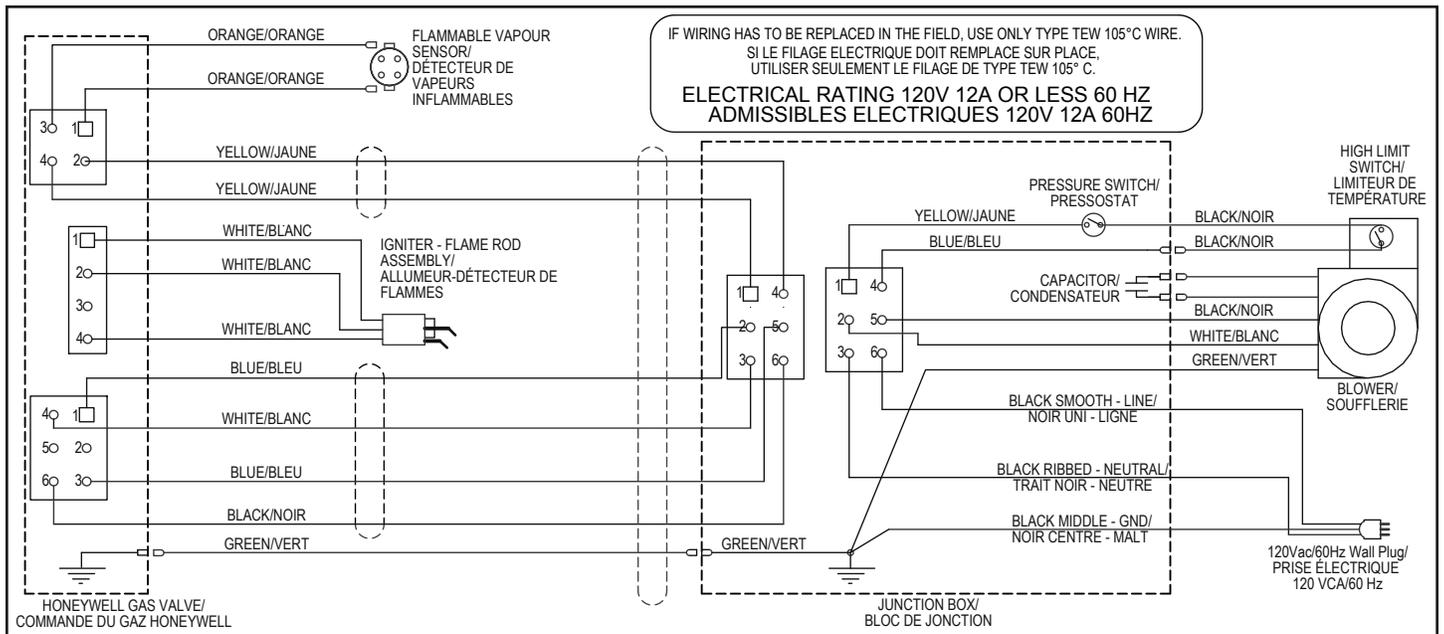

Figure 32
**Important:** plusieurs composantes de la commande du gaz/thermostat du chauffe-eau sont polarisées. Assurez-vous que les conducteurs électriques, dans la prise électrique elle-même, sont raccordés aux bons terminaux. L'inversion de l'alimentation électrique empêche l'appareil de fonctionner correctement (Figure 32). Avant d'entreprendre des travaux d'entretien électriques, identifiez bien tous les câbles à l'aide d'étiquettes afin d'éviter les erreurs de rebranchement. Si vous devez changer un fil électrique, utilisez uniquement du câble de **TYPE TEW 105°C** (sauf les fils de l'allumeur). Ne remplacez jamais les fils de l'allumeur, remplacez plutôt l'allumeur au complet. Si le chauffe-eau est installé dans un endroit asséché par une pompe de puisard, dans une zone inondable ou s'il est susceptible de survenir un dégât d'eau à proximité, il est suggéré de raccorder le chauffe-eau à une prise électrique munie d'un disjoncteur de détection de fuite à la terre.